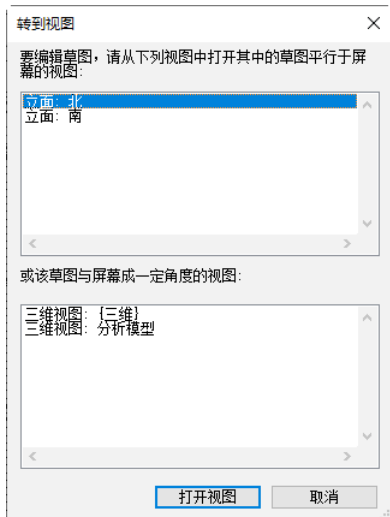
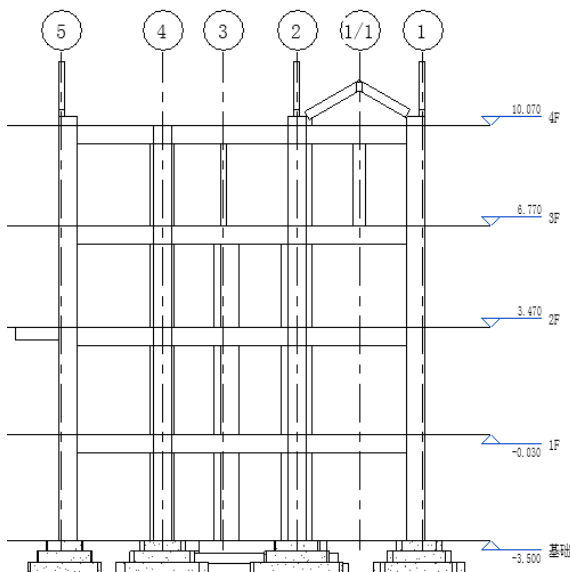

图 6-74 “转到视图”对话框
图 6-75 西立面视图
(16) 打开“转到视图”对话框，选择“立面：北”视图，如图 6-74 所示，单击“打开视图”按钮，将视图转换到北立面视图的轴线 1/D 截面，如图 6-75 所示。